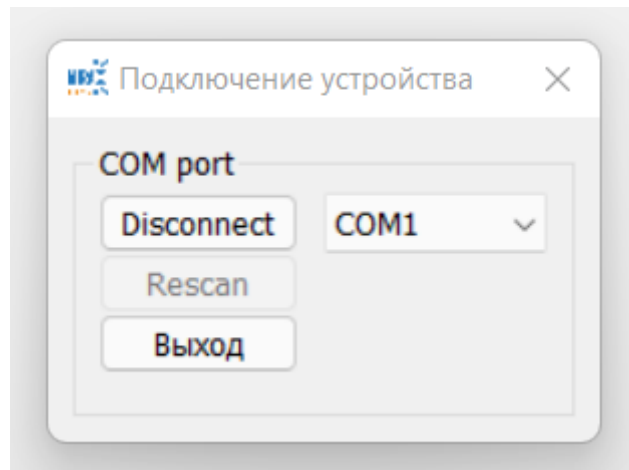
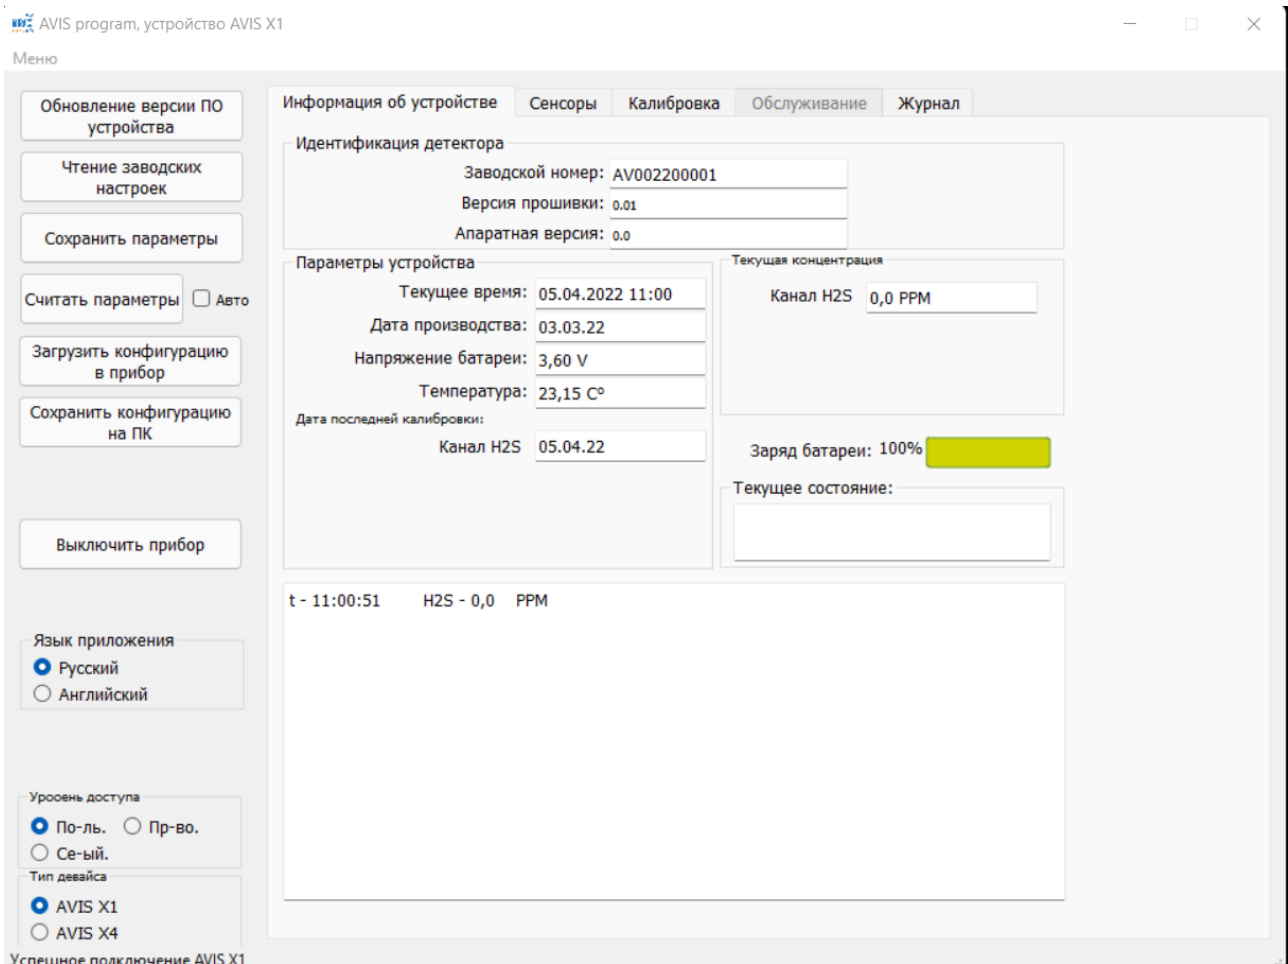

Рис. 7. Успешное подключение устройства.
Рис. 8. Основное окно программы
- При успешном подключении кнопка «Connect» изменится на кнопку «Disconnect», как показано на Рис. 7. Для продолжения работы и выхода в основное окно программы Рис. 8, следует закрыть или выйти из окна «Подключение устройства». При этом произойдет считывание информации с прибора.